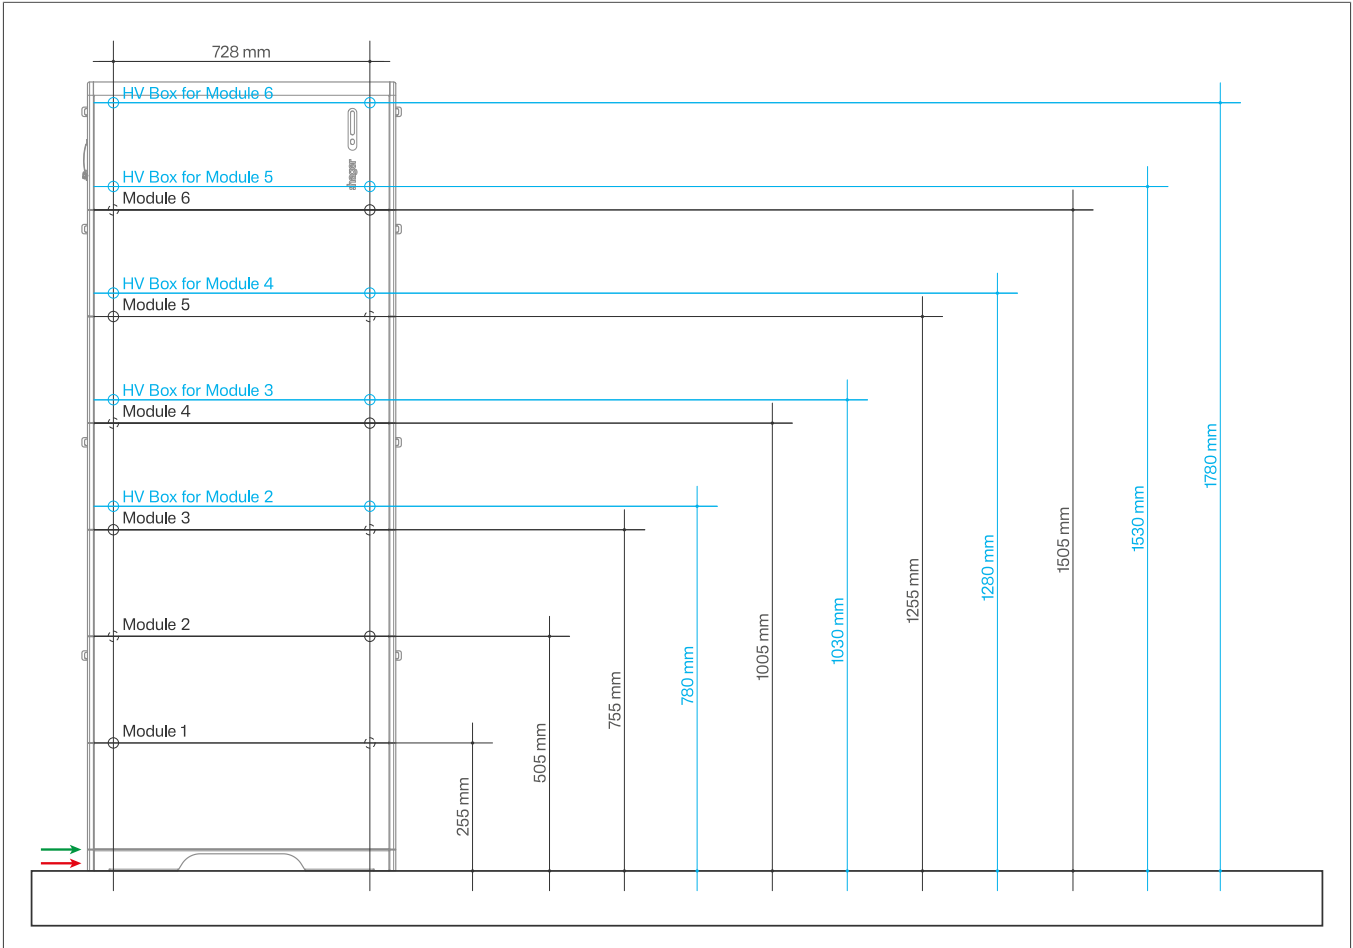

Bild 17: Maßbild der mitgelieferten Bohrschablone (Abbildung ähnlich)
Die Bohrschablone ist richtig ausgerichtet, wenn die untere Linie (grüner Pfeil in Bild 17) der Bohrschablone bündig mit der Oberkante der Grundplatte ist.
- Das doppelseitige Klebeband von der mitgelieferten Bohrschablone entfernen und an die Wand kleben. Alternativ können auch die Maße aus Bild 17 auf die Wand übertragen werden.